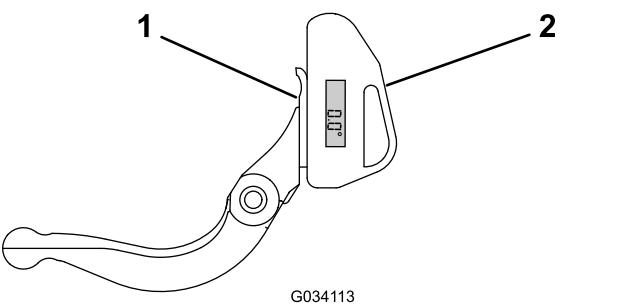

Figura 27
- 1. Posizionate il goniometro sul lato inferiore della controlama, come illustrato nella Figura 27.